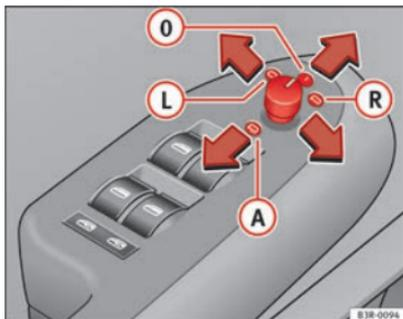

Fig. 103 Detalle del reposabrazos: Mando giratorio
- Gire el mando a la posición ⇒ fig. 103 **L** (retrovisor exterior del conductor) o a la posición **R** (retrovisor exterior del acompañante).
Al poner la marcha atrás, se inclina ligeramente hacia abajo la superficie del espejo, siempre que se haya conmutado a dicho retrovisor (mando giratorio en posición **R** ⇒ fig. 103). Esto permite ver el bordillo al aparcar el vehículo.